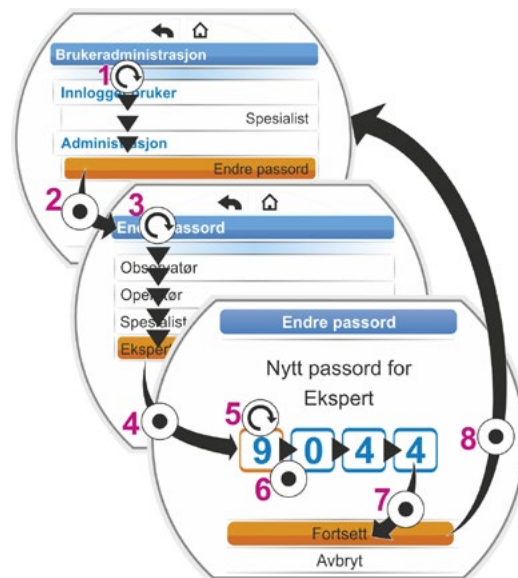

Fig. 2: Tildel tilgangsrettigheter
2. Sett den oransje valgmarkeringen på meny punktet „Endre passord” (fig. 2, pos. 1).
3. Bekreft valget (fig. 2 pos. 2). Displayet veksler til menyen „Endre passord”.
4. Velg brukernivå; sett den oransje valgmarkeringen på ønsket brukernivå (pos. 3).
5. Bekreft valget (4). Displayet skifter til inntasting av det nye passordet. Det aktuelt tildelte passordet vises, og rammen rundt det første sifferet er oransje.
- Drei på betjeningsbryteren (5) til ønsket siffer for det nye passordet vises.
- Bekreft valget (6). Det endrede sifferet overtas, og det neste sifferet blinker.